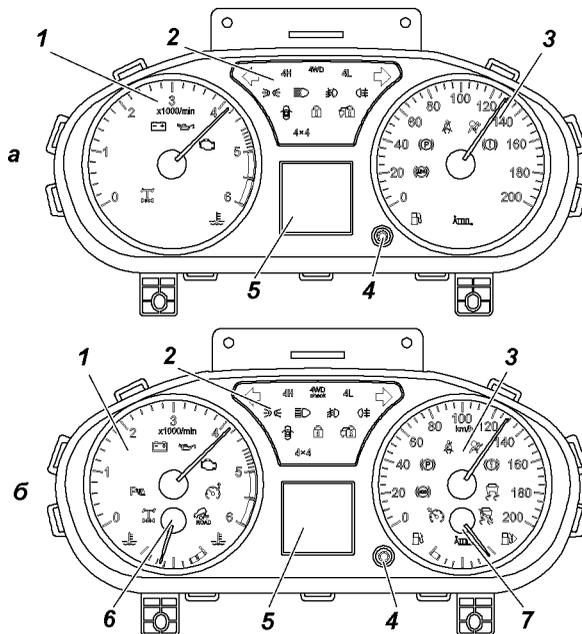

Рис. 3.5. Комбинация приборов (наименование позиций см. в тексте):
**2** -комбинация приборов (рис. 3.5).
На рис. 3.5 изображена комбинация приборов.
Перебор функций маршрутного компьютера осуществляется аналогично с переключателем маршрутного компьютера 4 (рис. 3.5).